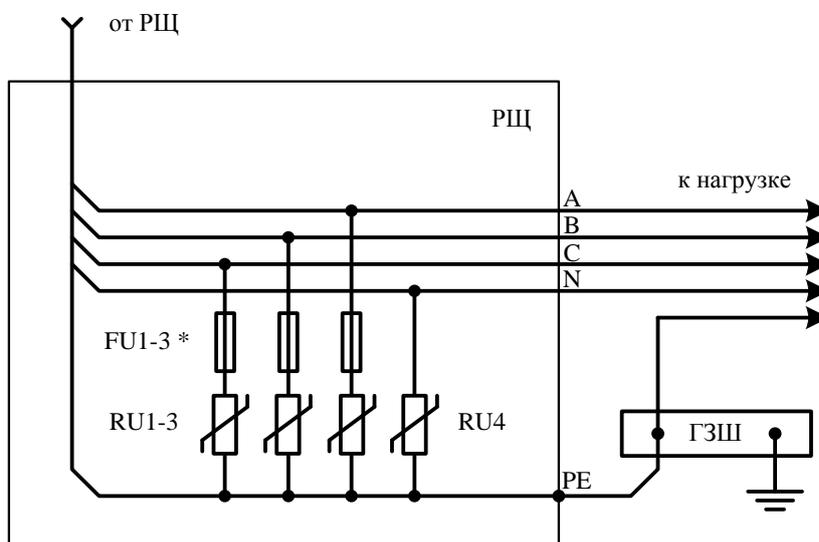

Рис. 3
1.3 Монтаж УЗИП третьей ступени защиты в распределительном устройстве (щите) для 5-х проводной системы TN-S выполнять согласно схеме рис. 3, перечень устройств приведён в таблице 3.